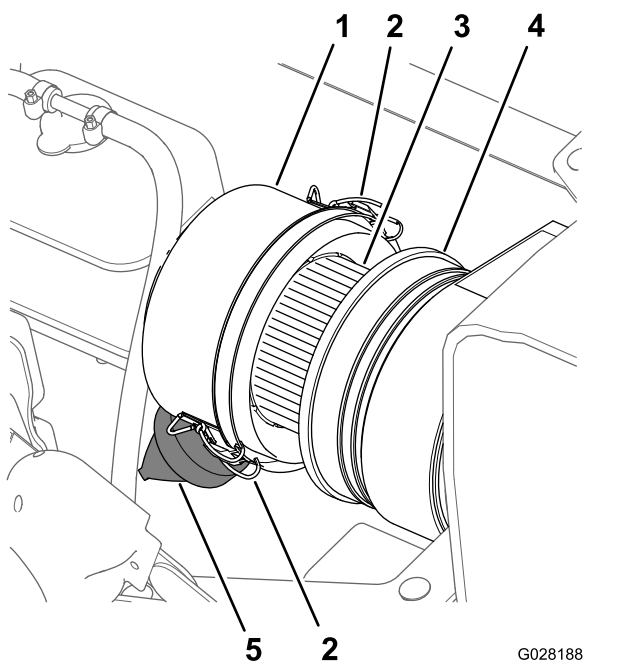
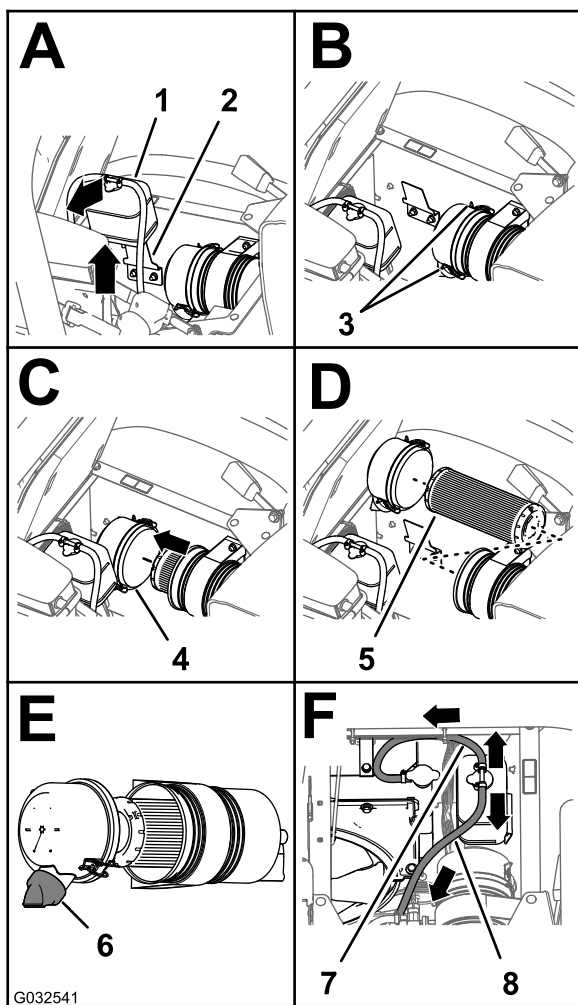

Figure 66
Figure 67
3. Nettoyez le capuchon antipoussière et le boîtier du filtre à air (Figure 66).
4. Recherchez sur le boîtier du filtre à air des dommages susceptibles d'occasionner des fuites d'air (Figure 66).
5. Pressez la valve à poussière pour éliminer les saletés, la poussière et les débris (Figure 66).
7. Vérifiez que l'élément du filtre à air ne présente pas de dépôts excessifs de poussière, saleté ou débris (Figure 66).
8. Reposez le capuchon antipoussière sur le boîtier du filtre à air et fixez-le en place avec les 2 attaches (Figure 66).
2. Nettoyez le capuchon antipoussière et le boîtier du filtre à air (Figure 66).
3. Soulevez le réservoir de trop-plein de liquide de refroidissement pour le déposer de son support (Figure 67).
- Desserrez les 2 attaches qui fixent le capuchon antipoussière sur le boîtier du filtre à air (Figure 67).
- Nettoyez l'intérieur du capuchon antipoussière, du boîtier du filtre à air et de la valve à poussière avec un chiffon humide (Figure 66 et Figure 67).
- Insérez l'élément filtrant dans le boîtier du filtre à air (Figure 67).
- Reposez le couvercle sur le boîtier du filtre à air et fixez-le en place avec les 2 attaches (Figure 67).
Remarque: Vérifiez que la valve à poussière est bien alignée entre les positions 5 et 7 heures vu de l'extrémité (Figure 67).
- Placez le réservoir de trop-plein du liquide de refroidissement en face de son support et fixez solidement le réservoir (Figure 67).
Important: Vérifiez que le flexible de décharge de pression est dirigé vers l'avant et le bas et que le flexible d'évent du réservoir est dirigé vers l'arrière, comme montré à la Figure 67.